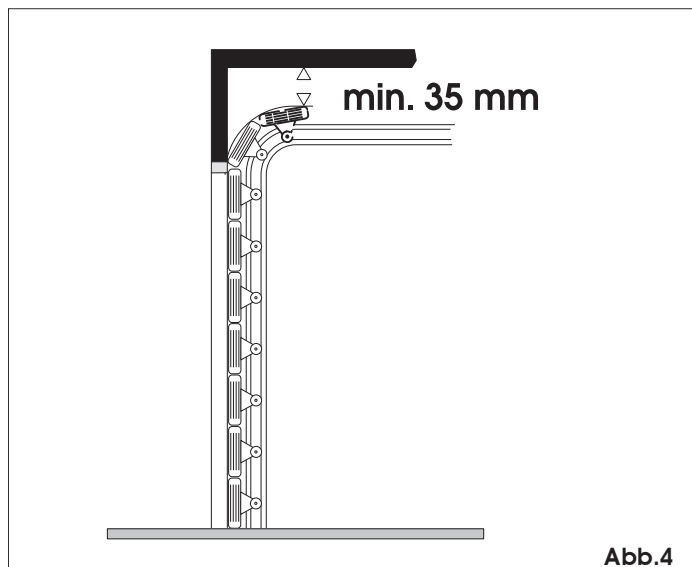

Abb.4
Maximaler Platzbedarf von der Decke (mm)	35 (Abb. 4)
- Sicherstellen, dass zwischen Decke und dem höchsten Gleitpunkt des Tors ein Freiraum von mindestens 35 mm besteht (Abb. 4).
- 2) Auf dem Sturz eine horizontale Linie anzeichnen, die mit der maximalen vom Tor während der Bewegung erreichten Höhe übereinstimmt (siehe Abb. 4).